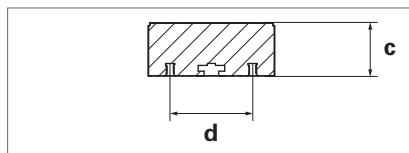
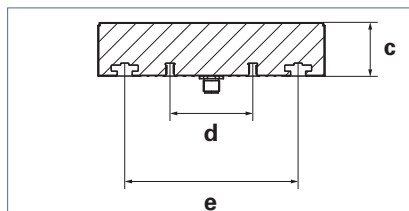

Fig. 2: Dimensioni MSAL 24/48/72/96 S, sezione trasversale del lato corto dell'apparecchio d'illuminazione.
Fig. 3: Dimensioni MSAL 90/180 S, sezione trasversale del lato corto dell'apparecchio d'illuminazione.
- ▶ Utilizzare dei dadi scorrevoli M5 adatti per montare l'apparecchio d'illuminazione alla superficie di montaggio. Per la distanza tra le scanalature a T sull'apparecchio d'illuminazione MSAL 90/180 S, vedi Fig. 3.
- ▶ Utilizzare delle viti M6 adatte per montare l'apparecchio d'illuminazione alla superficie di montaggio. Per la distanza tra i canali filettati sull'apparecchio d'illuminazione, vedi Fig. 2 e vedi Fig. 3.